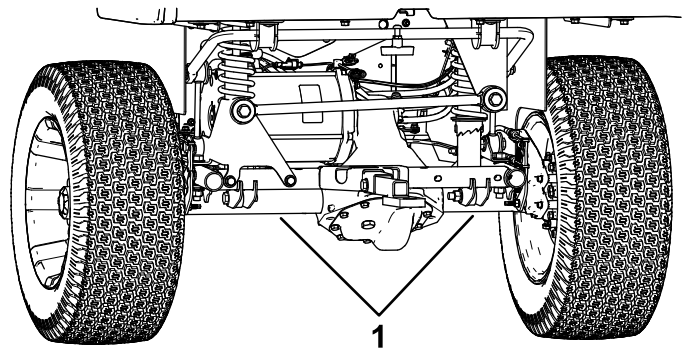

Figura 30
- O ponto de elevação traseiro encontra-se por baixo das bainhas do diferencial (Figura 30).